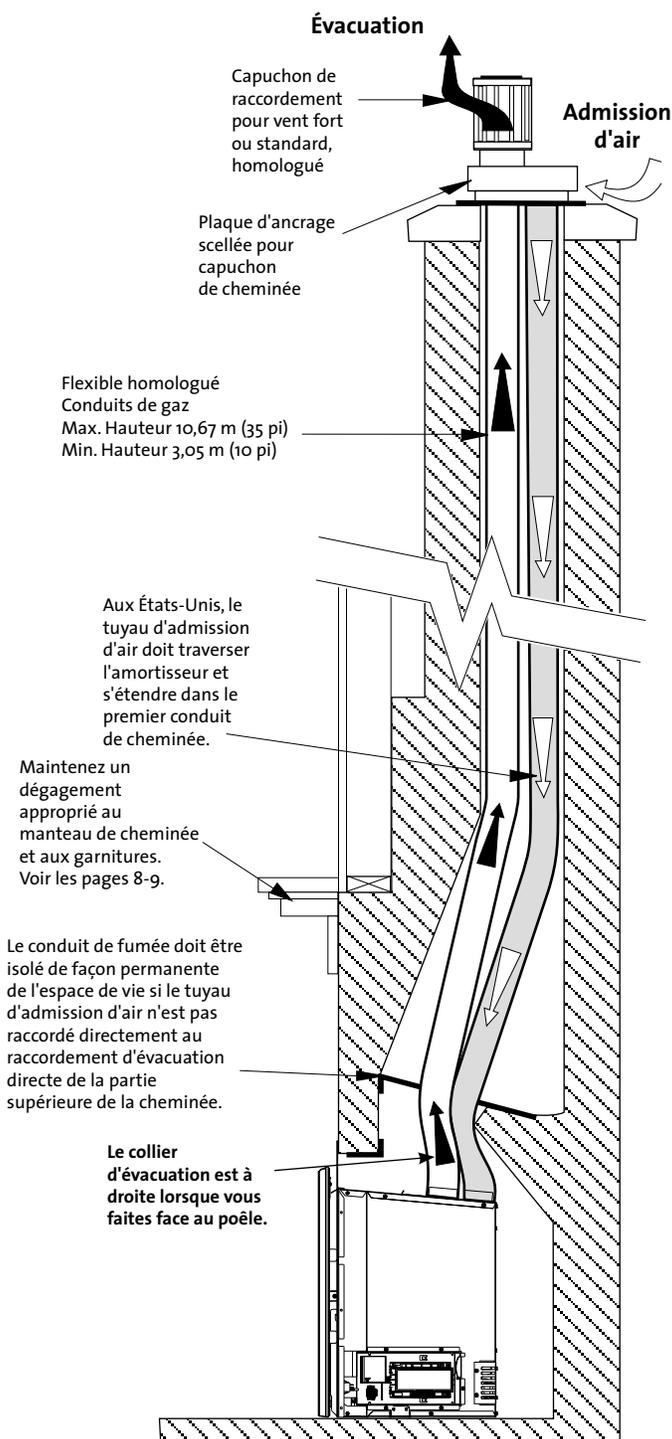

Figure 6.1. Configuration de l'évacuation pour foyer de maçonnerie. AU CANADA : L'admission d'air doit être raccordée au capuchon de cheminée.
- La hauteur minimale du capuchon de raccordement du haut de l'unité doit avoir au moins 3,05 m (10 pi), et la hauteur maximale ne doit pas dépasser 10,67 m (35 pi). Voir les figures 6.1 - 6.2.
Cet appareil doit être ventilé par la cheminée à l'aide d'une paire de tuyaux flexibles en aluminium de 76 mm (3 po) homologués pour être utilisés avec des appareils à gaz. Un conduit est fixé à l'orifice d'évacuation sur le haut de l'unité et transportera les gaz d'échappement à l'extérieur de la maison. Ce conduit d'évacuation doit s'étendre sur toute la longueur de la cheminée et être directement relié au capuchon de raccordement de la cheminée. Voir les figures 6.1 - 6.2.
Si le flexible d'admission d'air ne s'étend pas sur toute la longueur de la cheminée et n'est pas relié à l'unité et au capuchon de raccordement - **UNE PLAQUE D'OBTURATION NON COMBUSTIBLE DOIT ÊTRE CONSTRuite ET INSTALLÉE AU-DESSUS DE L'UNITÉ DESSOUS L'EXTRÉMITÉ DU CONDUIT D'ADMISSION** (normalement à la zone d'amortissement). Voir figure 6.1.